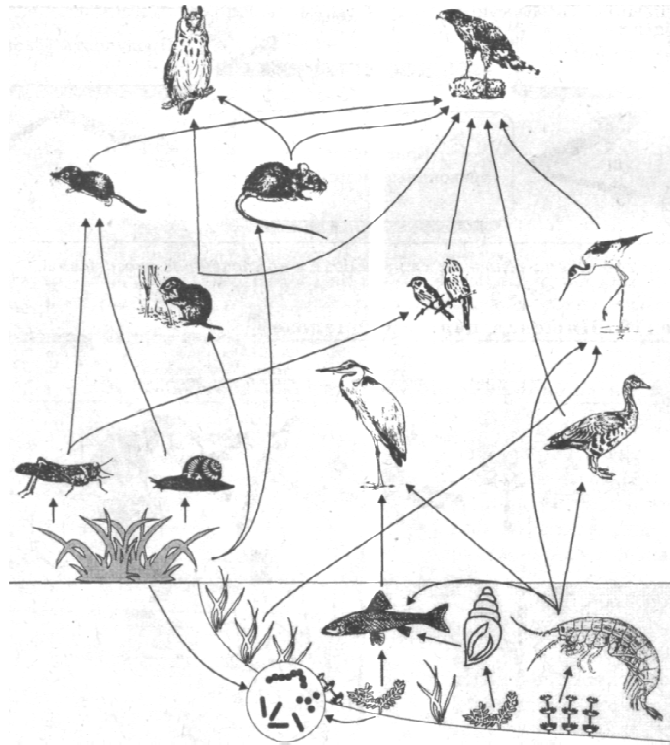

Рис. 2. Пищевая сеть в морской бухте.
1. Рассмотрите рис. 2 и определите, какие организмы являются продуцентами, а какие — консументами и редуцентами? Назовите животных-конкурентов, хищников и их жертв.